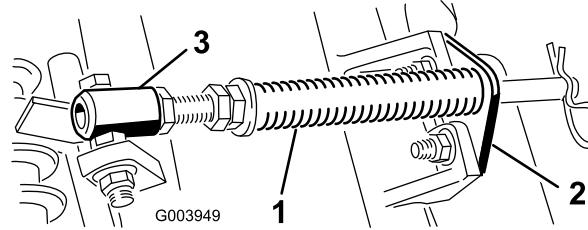

图 4
A. 拆下把杆支架固定到滚刀组凸耳上的 2 个车身螺栓和螺母图 4。
- A. 拆下将弹簧套管栓固定到承载架凸耳(图4)上的凸缘螺母拆下组件。
注意 将螺栓头朝向凸耳外侧如图4所示。